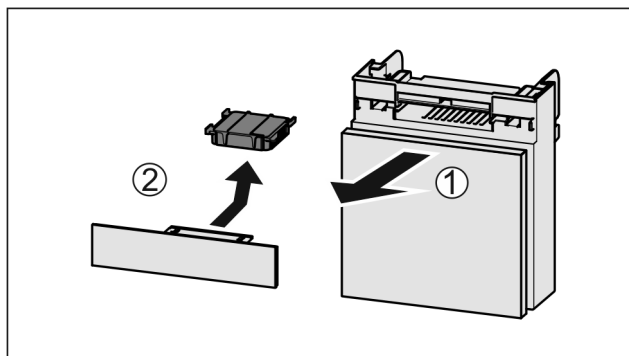

Fig. 125
- ▶ Extraire le compartiment par l'avant Fig. 125 (1).
- ▶ Sortir le filtre à charbon actif Fig. 125 (2).